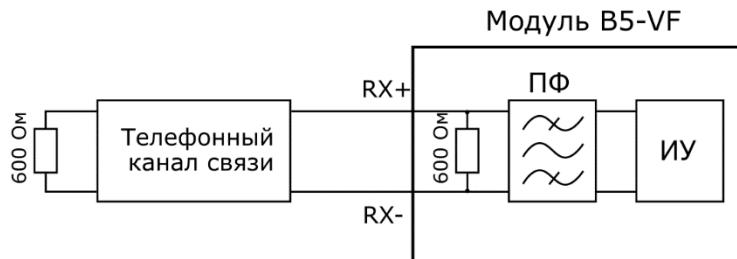

Рисунок 9.1. Схема измерения уровня псофометрического шума
Измерения выполняются в соответствии со схемой, приведённой на рис. 9.1.
- Подключить прибор по схеме, приведённой на рис. 9.1. Измеряемый канал связи подключается к разъёму Input модуля B5-VF (см. рис. 5.1).